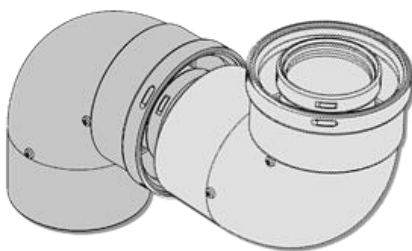

Рис. 27 Два колена соединённые напрямую.
- **Не рекомендуется** одно колено напрямую соединять с другим коленом (См. рис. 27). Для стабилизации потока газа всегда необходимо между коленами вставлять участок прямой трубы (минимум 0,5 м. для колена 90° и 0,2 м. для колена 45°). В случае если приходится соединять два колена 90° друг за другом, без минимального участка для стабилизации, то при расчёте длины дымохода **необходимо** учитывать, что в этом случае потеря давления в каждом колене увеличивается в два раза.